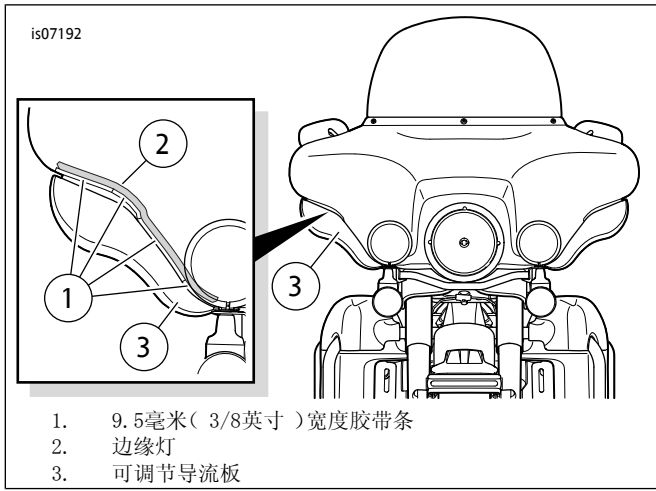

图1. 挡风板边缘灯，安装区域
1. 参见图1。安装前，在外侧挡风板上试装边缘灯(2)。在准备好粘贴边缘灯之前，切勿去除衬垫。